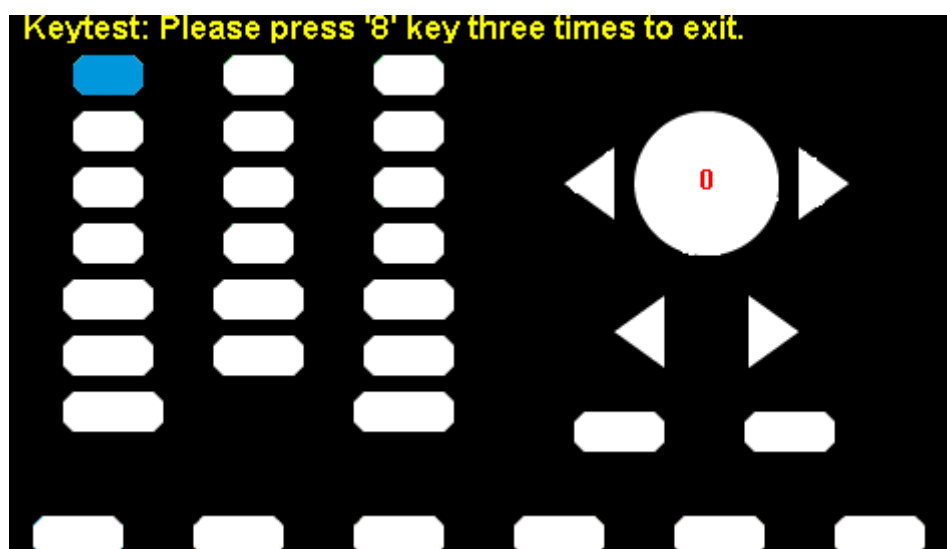

图 2-75 按键测试界面
- 屏幕上显示“Keytest: Please press '8' key three times to exit.”的提示信息表示按数字按键“8”3次退出测试。如图 2-75所示：